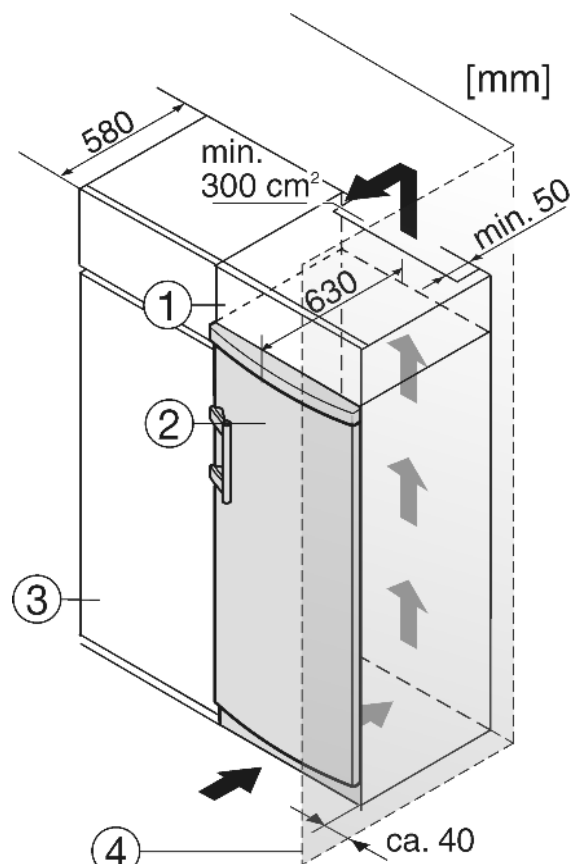

Fig. 8
- (1) Mobile da appoggio
- (2) Apparecchio
- (3) Mobile da cucina
- (4) Parete
L'apparecchio può essere incassato nell'arredamento per la cucina. Per adattare l'apparecchio *Fig. 8 (2)* all'altezza della cucina componibile, è possibile applicare sopra l'apparecchio un adeguato mobile da appoggio *Fig. 8 (1)*.
Nell'incasso con mobili da cucina (profondità max. 580 mm) l'apparecchio può essere installato direttamente accanto al mobile da cucina *Fig. 8 (3)*. La porta dell'apparecchio sporge di lato 34 mm e al centro dell'apparecchio 50 mm rispetto alla parte anteriore del mobile da cucina. Questo consente una perfetta apertura e chiusura.
Se l'apparecchio con cerniere viene installato accanto ad una parete *Fig. 8 (4)*, la distanza minima fra l'apparecchio e la parete deve essere almeno di 40 mm, che corrisponde alla sporgenza della maniglia con la porta aperta.